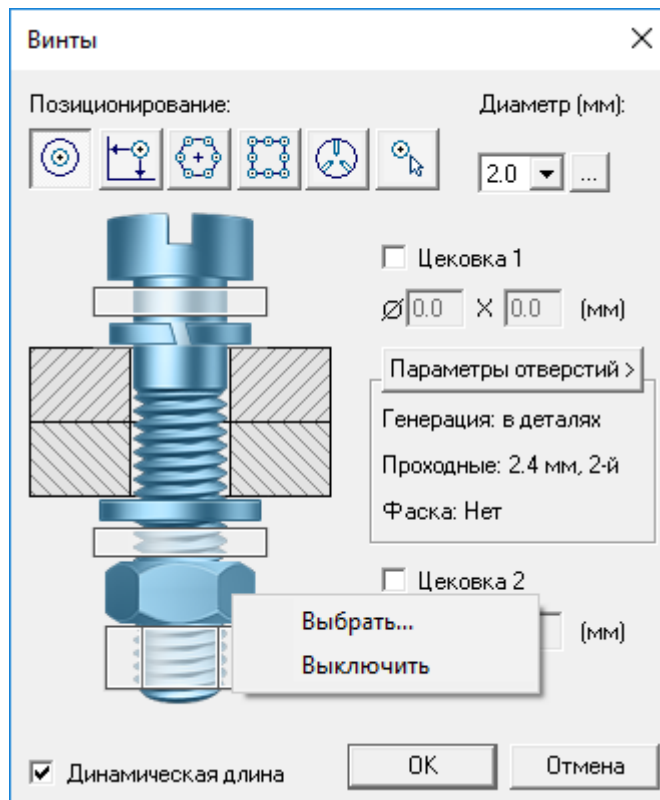

Рисунок 3-27
Выбор типа стандартных изделий производится из слайдовых меню. Слайдовое меню вызывается путем нажатия левой клавиши мыши в область диалогового окна, ограниченную контуром с изображением крепежного элемента (болт, винт, гайка, шпилька и пр.) (подробнее о слайдовом меню см.п.2.12), либо нажатием правой кнопкой мыши в контуре элемента и вызовом команды **Выбрать...** (Рисунок 3-27).
- Нажатием правой кнопки мыши, вызвать контекстное меню для нужного элемента и выполнить команду **Выключить** (Рисунок 3-27).
- Путем расчета. Для произведения расчета или определения диаметра на основании отверстия необходимо нажать кнопку [...] диалогового окна (Рисунок 3-27) и в появившемся меню вызвать соответствующую команду:
**Цековка** - Рисунок 3-27. Данный параметр определяет размеры цековки для установки крепежных изделий. По умолчанию размеры цековки устанавливаются согласно ЕСКД. При необходимости эти размеры могут быть изменены. Для этого необходимо ввести значения диаметра и глубины цековки в соответствующие поля.